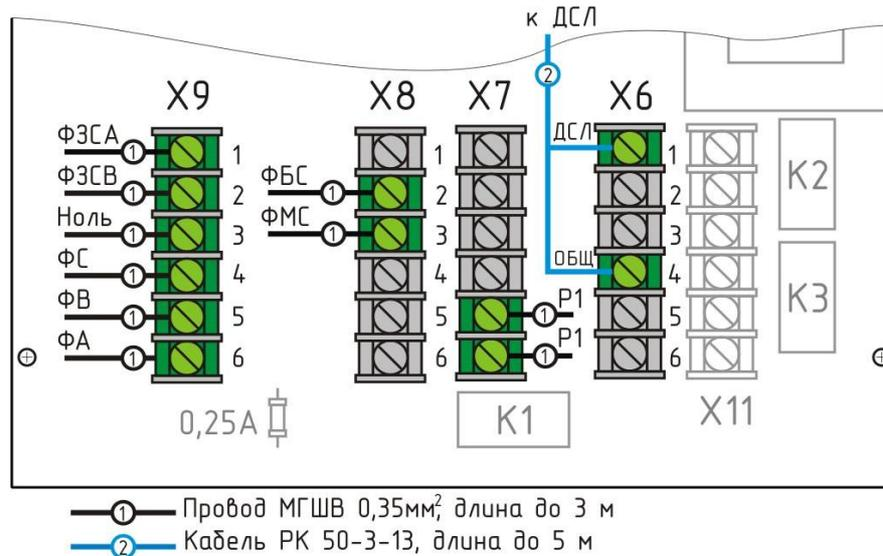

Рисунок 16 - Подключение цепей УКСЛ
3) Внутри блока БДК-Л-4М2, БДК-Л-3М2 экран коаксиального кабеля подсоединить к контакту Х6.4, а центральную жилу к контакту Х6.1 (рисунок 16).